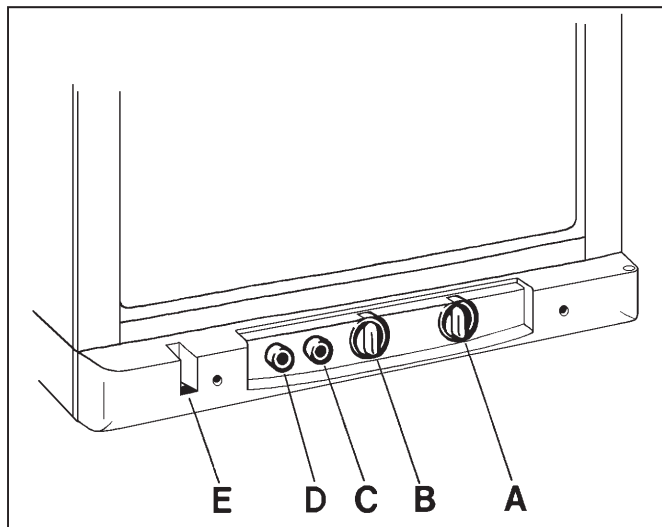

FIG. 1
Kylskåpet kan drivas med antingen 230 V eller gasol. Växlingen mellan dessa sker med hjälp av kontroller, placerade enligt fig. 1.
Alla hänvisningar gäller fig. 1.
Alla hänvisningar gäller fig. 1. Det tar några timmar för kylskåpet att uppnå normal driftstemperatur. Därför är det lämpligt att starta det i god tid och om möjligt lägga in förkyllda matvaror. Kylskåpet är termostatreglerat och termostatratten (B) bör normalt ställas in på 3-5. Om högre kyleffekt önskas, ställer man den på ett högre värde.